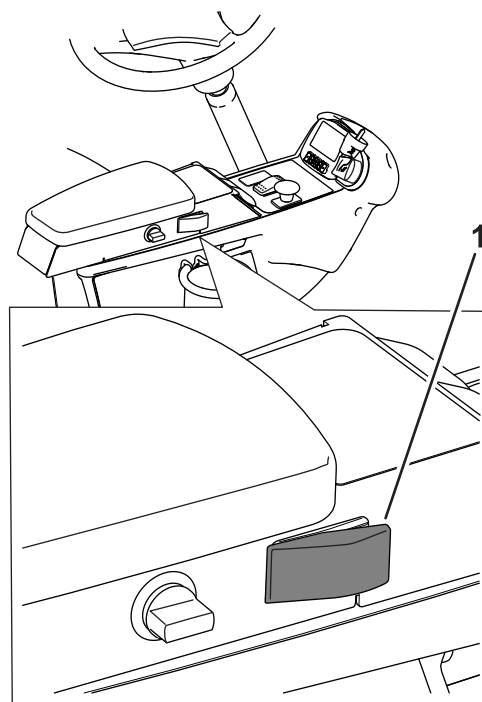
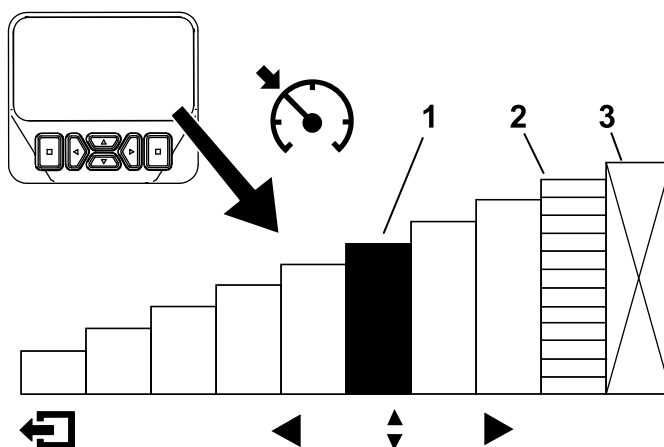

Figura 33
Figura 34
După ce este activat comutatorul pentru regulatorul de viteză și este setată viteza (Figura 33), utilizați InfoCenter pentru a seta viteza regulatorului de viteză (Figura 6 și Figura 34).
1. Activați comutatorul pentru regulatorul de viteză de pe consolă (Figura 33).
2. Utilizați afiajul InfoCenter pentru a regla setarea de viteză a regulatorului de viteză (Figura 34).